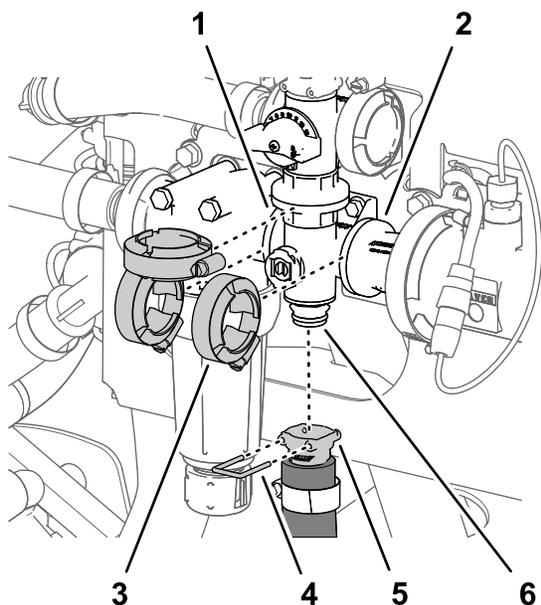

Figura 108
1. Retire o pino de ligação rápida que prende o acoplador de ligação rápida para o tubo da agitação ao coletor para a válvula de agitação (Figura 108).
- Retire as 3 braçadeiras da flange que prendem o coletor da válvula de agitação às flanges da cabeça do filtro de pressão e ao adaptador do acoplamento (Figura 108).